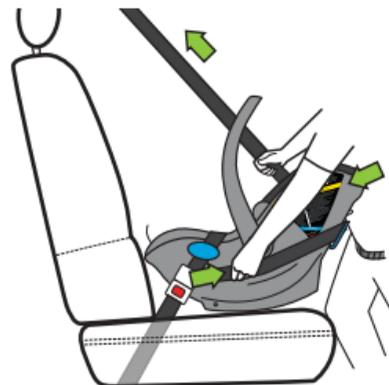

Figure 70
- Utilisez votre corps pour pousser le porte-bébé contre le dossier du siège du véhicule et le faire bouger tout en tirant sur la ceinture d'épaule pour éliminer le mou, comme le montre la **Figure 70**.